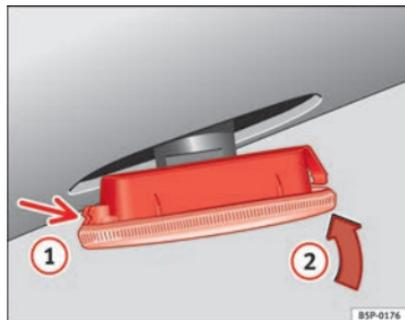

Fig. 173 Indicatori di direzioni laterali
- Prima collocare l'intermittente nel foro della carrozzeria, incastrando le linguette ⇒ fig. 173, freccia ①.
- Inserire l'indicatore di direzione come indicato dalla freccia ② ⇒ fig. 173.